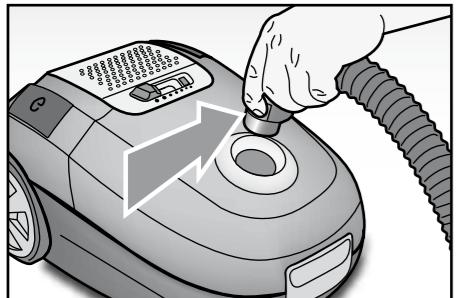

Fig. 2
- Inserire il manicotto (10) nell'apertura di entrata dell'aria (5) e premerlo finché non si blocca a scatto. Per rimuoverlo, è necessario premere contemporaneamente i due pulsanti di sblocco (12) ed estrarre (Fig. 2).